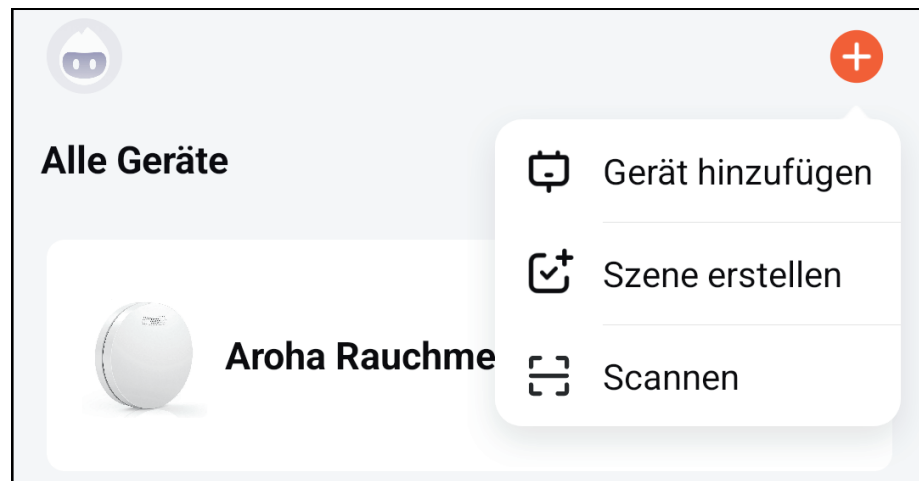

Abbildung 1: Gerät in der App hinzufügen
Schritt 5: Klicken Sie auf das „+“ in der oberen rechten Ecke des App-Startbildschirms. Wählen Sie dann „**Gerät hinzufügen**“, wie Sie in Abbildung 1 sehen. Die App sucht nun automatisch nach Geräten, die sich im Kopplungsmodus befinden. Befolgen Sie die Schritte wie in der App beschrieben.